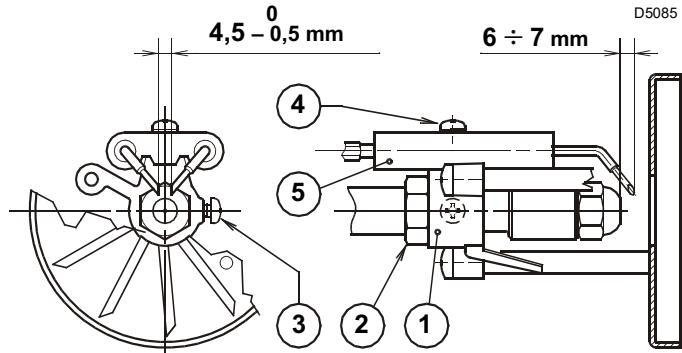

Fig. 14
Au moment de remonter le groupe porte-gicleur (1, Fig. 13, à la page 8) **visser l'écrou (3) sans le mettre contre avec un couple de serrage de 15 Nm**, comme indiqué sur la Fig. 14.